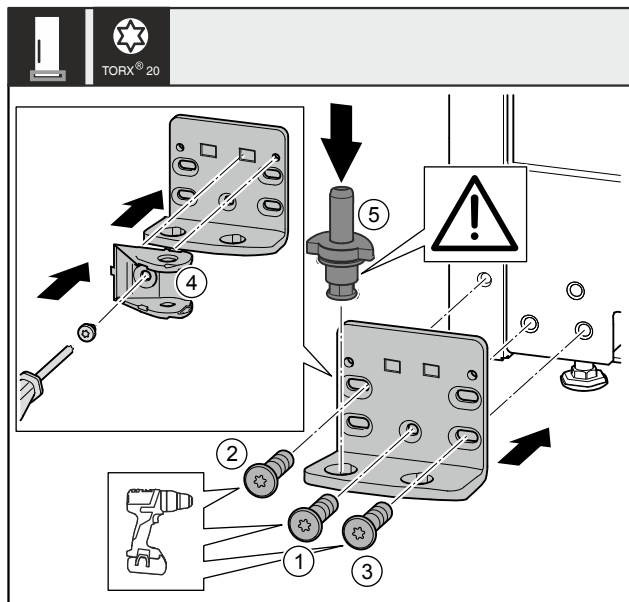

Fig. 36 *
- Nasadíte ložiskovú konzolu na druhú stranu a priskrutkujte ju pomocou skrutkovača. Začnite skrutkou Fig. 36 (1) dole v strede.*
- Pevne utiahnite skrutku Fig. 36 (2) a skrutku Fig. 36 (3).*
- Otočíte spoj zatváracieho tlmíča Fig. 36 (4) o 180°. Na druhej strane ložiskovej konzoly ho priskrutkujte skrutkovačom.*
- Úplne nasadíte ložiskový čap Fig. 36 (5). Dbajte pritom na to, aby zaistovací doraz ukazoval smerom dozadu.*